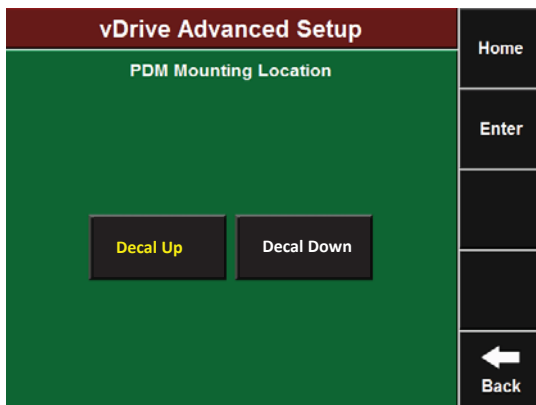

Ilustración 16
3.3 Determine la ubicación de montaje del PDM en la barra de la sembradora. Consulte la Ilustración 16.